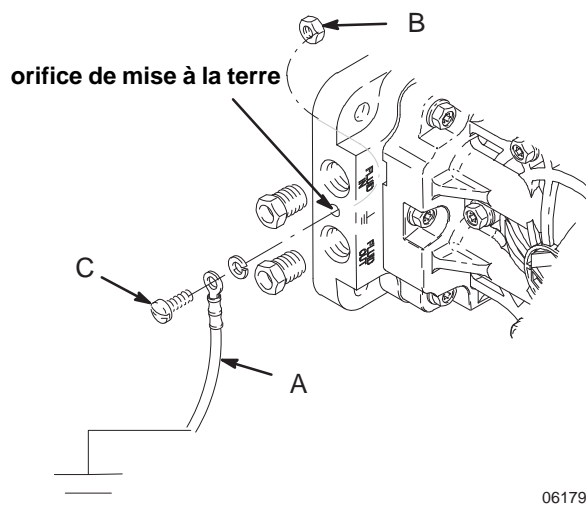

FIG. 1
Les pompes en polypropylène ou en PVDF ne sont **pas** conductrices. Si l'on pompe des produits inflammables conducteurs, **toujours** relier l'ensemble du système produit à la terre en veillant à ce que le produit soit raccordé électriquement sur une vraie terre. Voir FIG. 1. Ne **jamais** utiliser une pompe en polypropylène ou en PVDF avec des produits inflammables non conducteurs comme prescrit par la réglementation locale en matière de protection contre les incendies. Consulter son fournisseur de produits pour connaître la conductivité ou la résistivité du produit utilisé.
**Pompe :** Raccorder un fil de terre (A) avec attache, référence 222011. Voir FIG. 1. Les emplacements de mise à la terre de la pompe se situent sur le collecteur entre les orifices de sortie et d'entrée. Utilisez l'écrou (B) et le boulon (C) qui sont fournis avec la pompe, et procédez au montage comme suit :